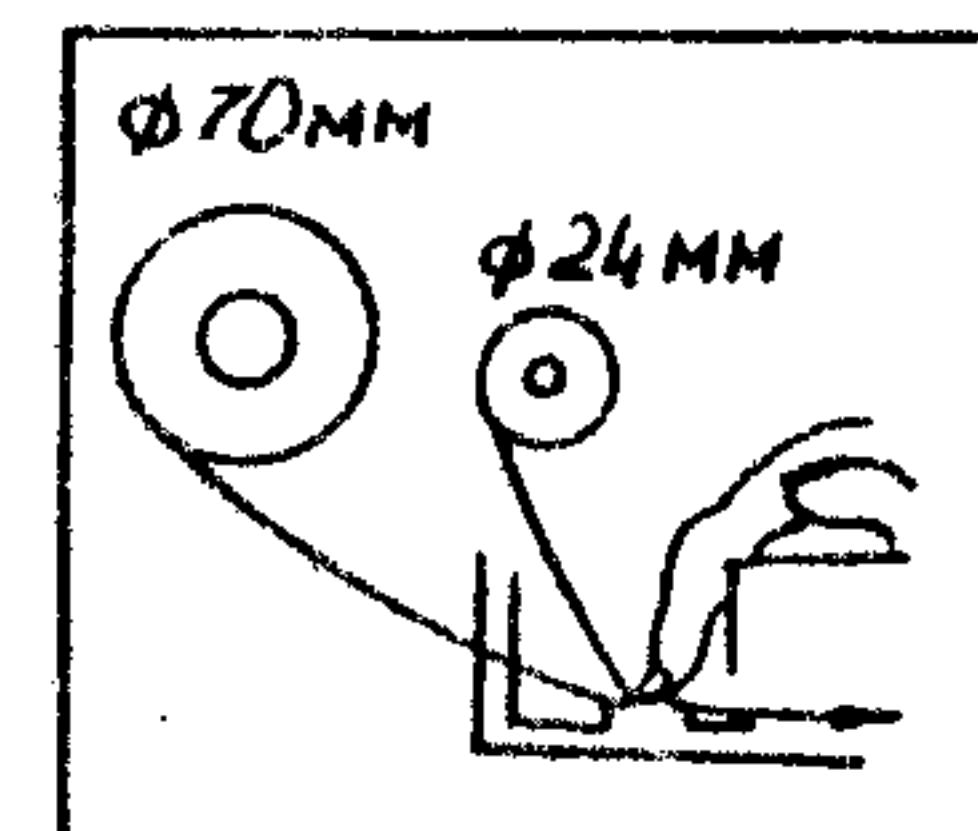

Рис. 6.6
5) нажмите на клавишу подачи бумаги "БУМАГА", одновременно легко проталкивая бумажную ленту в направлении внутренней щели плоттера так, как показано на рис. 6.6;